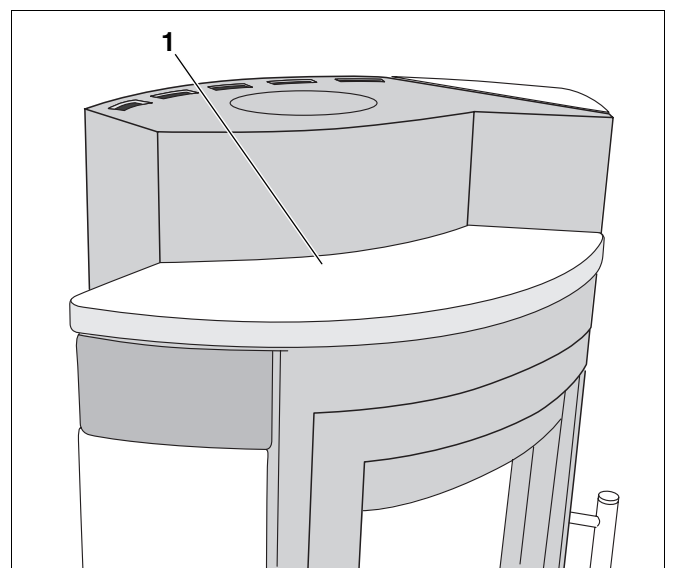

Abb. 58 Warmhalte­kachel
- Warmhalte­kachel (Abb. 58, **Pos. 1**) einlegen.